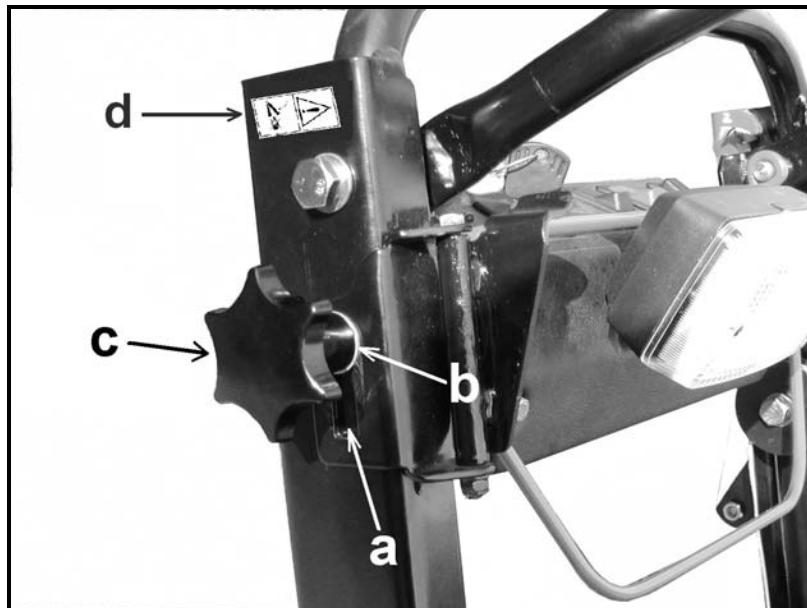

Abb. 14
- zusammengestellter Geschwindigkeitsbegrenzer stecken Sie auf dem rechten Haltertragstück der Schneefräse im Punkt wo das Vierkantloch sich befindet /a/ **Bild 14**.
- Sicherheitssymbol kleiben Sie über **Bild 14** auf der gefettigten Oberfläche